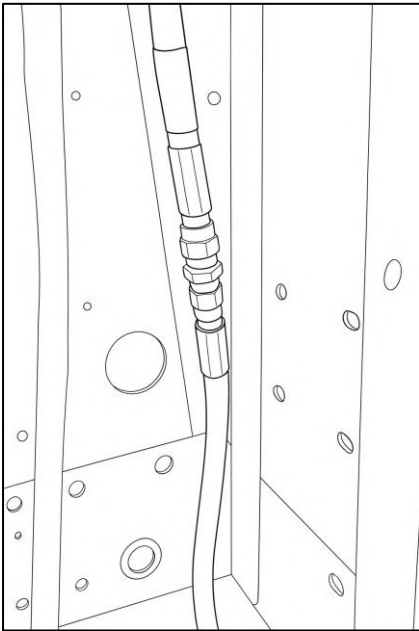

Fig. 15 - Tilslutning af olieslange fra slavesøjlen
12. Afmonter wirehjul i top. Spænd møtrikkerne ved løftestolen kontra på hinanden for at låse dem. Nu føres stålwirene som vist i fig. 15. Monter wirehjulet, og monter låsering efterfølgende. Sørg for at spænde wirerne så de begge er lige stramme. Det er vigtigt at begge stålwire er spændt lige hårdt, da det sikrer at begge sider løfter og sænker i niveau. Wirerne skal være så stramme, at du kun lige kan klemme dem sammen ca. 20 cm. over stemplets hoved.